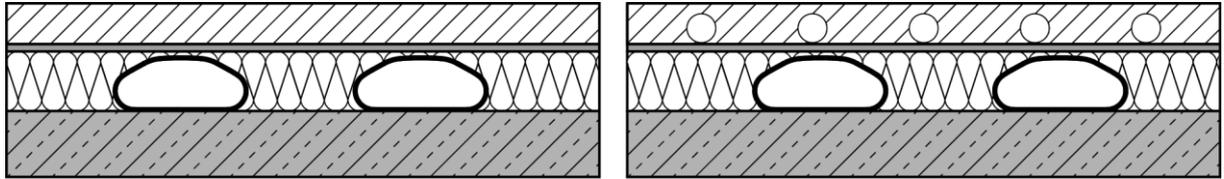

Abb. 13 Verlegung in der Dämmschicht
- ✓ Der Systemkanal wird in der Dämmschicht verlegt (siehe Abb. 13).